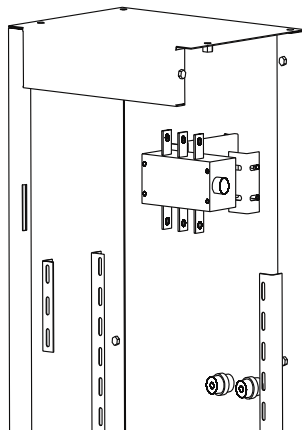

Рисунок 1
2.1 Навернуть на шпильки задней стенки шкафа два изолятора типа SM 51 из комплекта поставки шин (рисунок 1).
2.2 Установить выключатель типа ВР 32 на предназначенные для него кронштейны (рисунок 1). Крепёж для установки выключателя входит в комплект поставки шкафа.